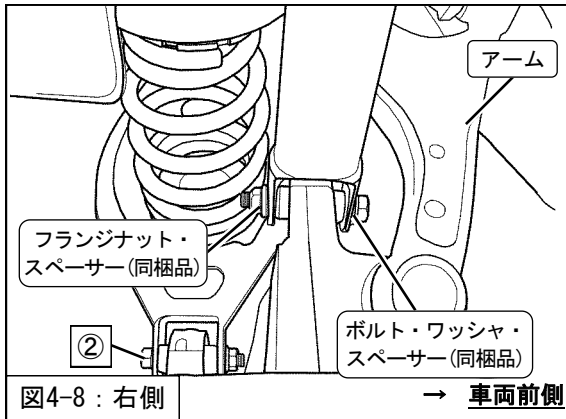

図4-8：右側
8. ②ロアリンク取付ボルト・ナット (締付トルク：65～80N・m) を取付けてください。(図4-8)
フランジナット (M12・同梱品) (締付トルク：100～120N・m) を取付けてください。(図4-8・4-9)
※図4-8は右側を表しています。